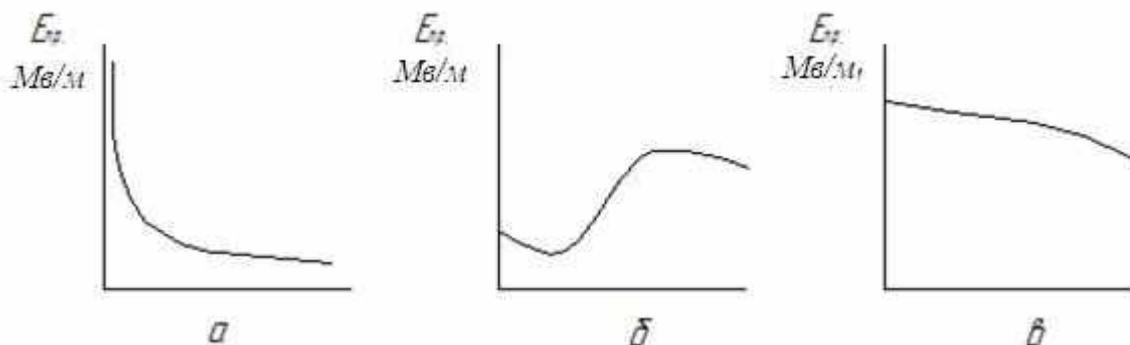

Рис. 1.5
**Вопрос 1.9.** На рис. 1.5 приведены зависимости электрической прочности  $E_{пр}$  трансформаторного масла от некоторых факторов. Какие рисунки отражают зависимость  $E_{пр}$  от температуры?
1. Рис. 1.5, а.
2. Рис. 1.5, б.
3. Рис. 1.5, в.